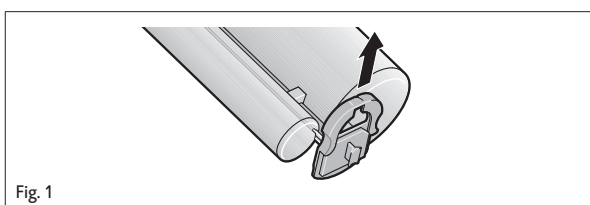

Fig. 1
- 1. Zum Öffnen der Kartusche den Verriegelungsschieber nach oben schieben. Verriegelungsschieber nicht von der Kartusche abziehen (Fig. 1).